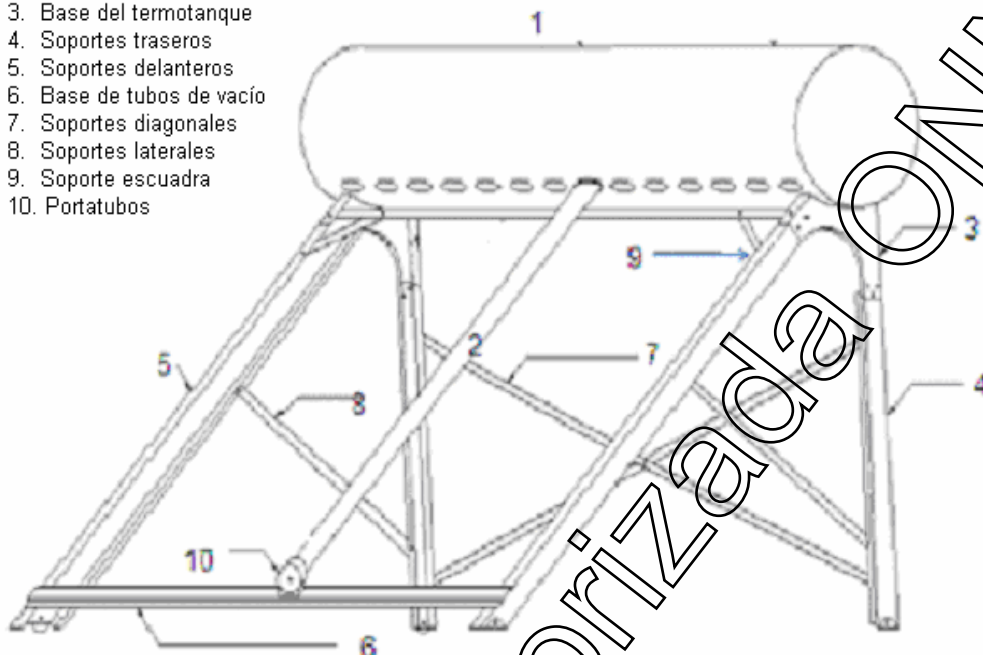

Figura 1 Armado de "Calentador Solar"
- a) Acostar la estructura de soporte en el suelo con los agujeros de los tubos de vacío hacia el frente y los tornillos de ajuste del termotanque (1) hacia arriba.
- b) Ensamblar las bases del termotanque (3) según se muestra en la Figura 1.
- c) Ensamblar los soportes traseros (4) según se muestra en la Figura 1.
- d) Ensamblar los soportes delanteros (5).
- e) Unir la base de tubos de vacío (6).
- f) Ajustar con los soportes diagonales (7).
- g) Ajustar con los soportes laterales (8).
- h) Colocar el soporte escuadra (9) para dar firmeza a la estructura de soporte.
i) Insertar la porta tubos (10) en cada uno de los tubos de vacío